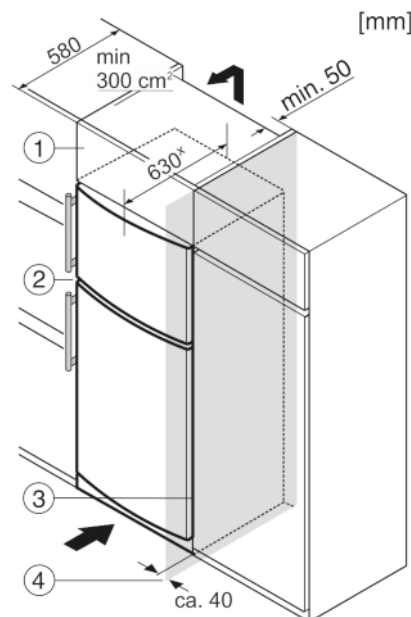

Fig. 10
A készüléket körbe lehet építeni konyhaszekrényekkel. Rá lehet szerelni egy rátétszekrényt *Fig. 10 (1)*, hogy a készüléket *Fig. 10 (2)* a konyhabútorok magasságához igazítsa.
Ha a berendezést (max. 580 mm mélységű) konyhaszekrényekkel építi körül, akkor közvetlenül a konyhaszekrény *Fig. 10 (3)* mellett is felállíthatja. A készülék oldalirányban 34 mm x, a közepétől pedig 50 mm x távolságban nyúlik túl a konyhaszekrény előlapjához képest.
Mikor a berendezést a csuklópántokkal egy fal *Fig. 10 (4)* mellett állítja fel, akkor a berendezés és a fal közti távolság legalább 40 mm legyen. Ez nyitott ajtó esetén megfelel a fogantyú túlnyúlásának.